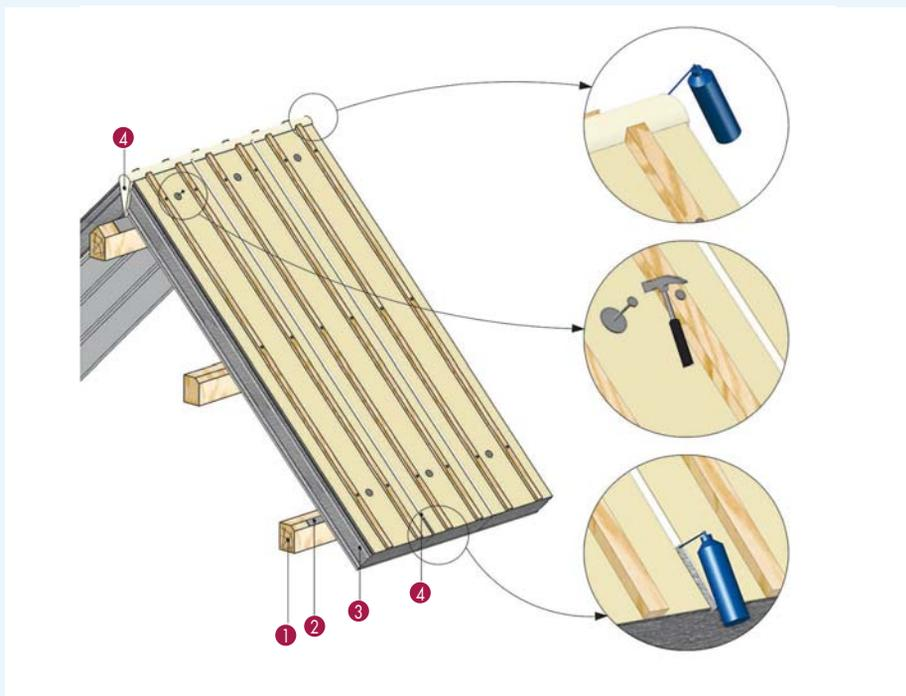

Fig. 2 : Fixation panneaux et mise en place mousse polyuréthane (Fibratéc ULTRA)
- Sur charpente bois (fig. 2)
Compléter par une 3^e pointe au centre du panneau avec une rondelle de répartition (fig. 2).
Traitement des joints longitudinaux (fig. 2) et des points singuliers (façtages, noues...)